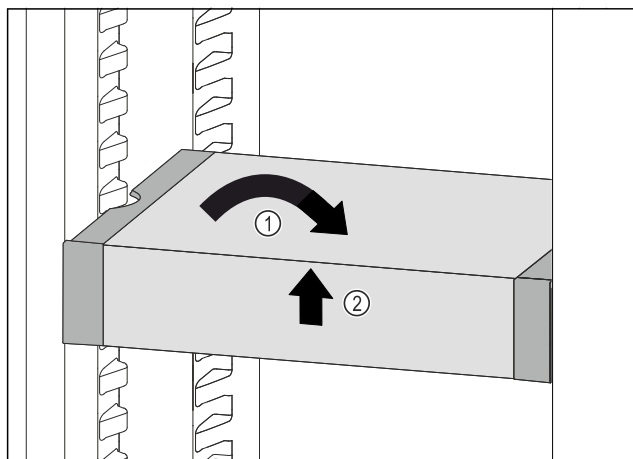

Fig. 118
- VarioSafe gerade stellen. Fig. 118 (1)
- VarioSafe vorne anheben. Fig. 118 (2)